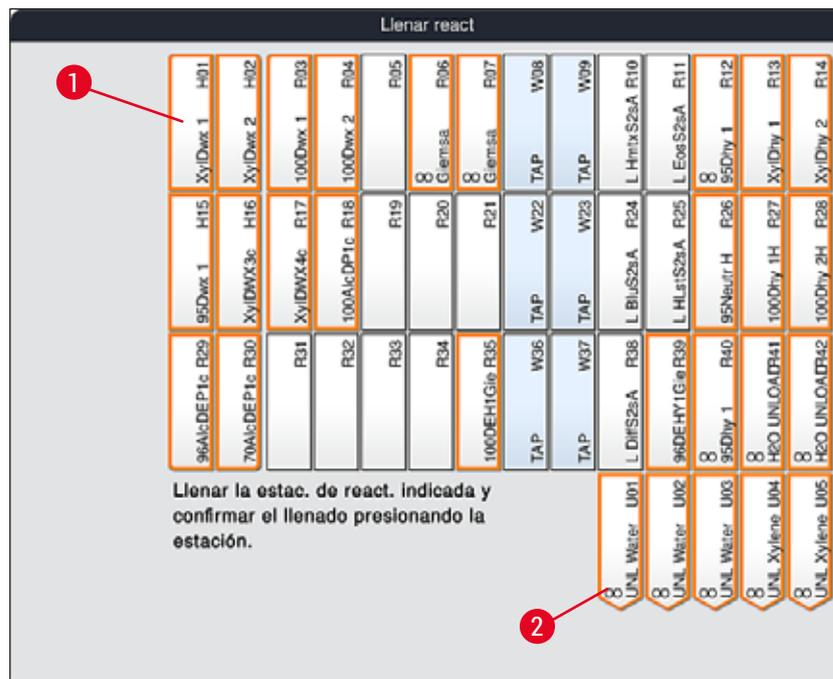

Fig. 56
2. En la nueva ventana **Llenar react** (→ "Fig. 56"), las estaciones que se deben llenar están marcadas en naranja (→ "Fig. 56-1").
Solo los reactivos definidos por el usuario y añadidos de los programas de tinción Leica se muestran con una marca naranja (→ "Fig. 56"). Los reactivos del kit de reactivos Leica se escanean posteriormente (→ P. 83 – Llenado de reactivos del kit de reactivos Leica).